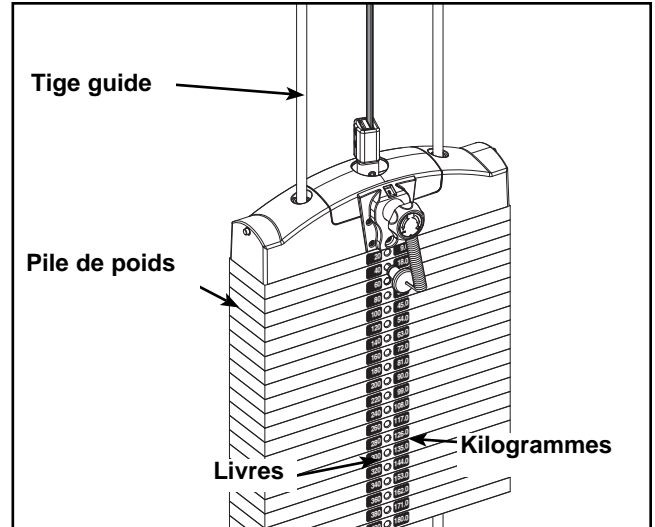

Figure 15
- E. Enlevez soigneusement la pellicule protectrice au recto en laissant les autocollants adhérer aux plaques de poids. Reportez-vous à la figure 15.